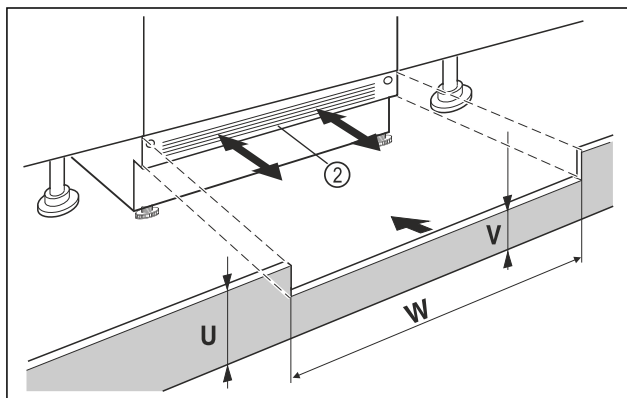

Fig. 40 Példaként szolgáló ábrázolás
- ▶ Helyezze fel a készülék lábazati takarólemezt Fig. 40 (2), de még ne rögzítse.
- ▶ Ha látható a lábazati takarólemez Fig. 40 (2), akkor annyira húzza előre, hogy a szellőzőrács elülső széle és a szekrény lábazati lemeze egy síkba kerüljön.
- ▶ Ha a lábazati takarólemez Fig. 40 (2) el van fedve, akkor tolja teljesen hátra.
- ▶ Ügyeljen arra, hogy a szellőzőnyílások teljesen szabadok legyenek: Szükség esetén vágja méretre a szekrény lábazati takarólemezeinek Fig. 40 (U) magasságát!
- ▶ Igazítsa be a kiálló rész magasságát Fig. 40 (V) a fülke szélében Fig. 40 (W) a készülék lábazati takarólemeze Fig. 40 (2) alatt.